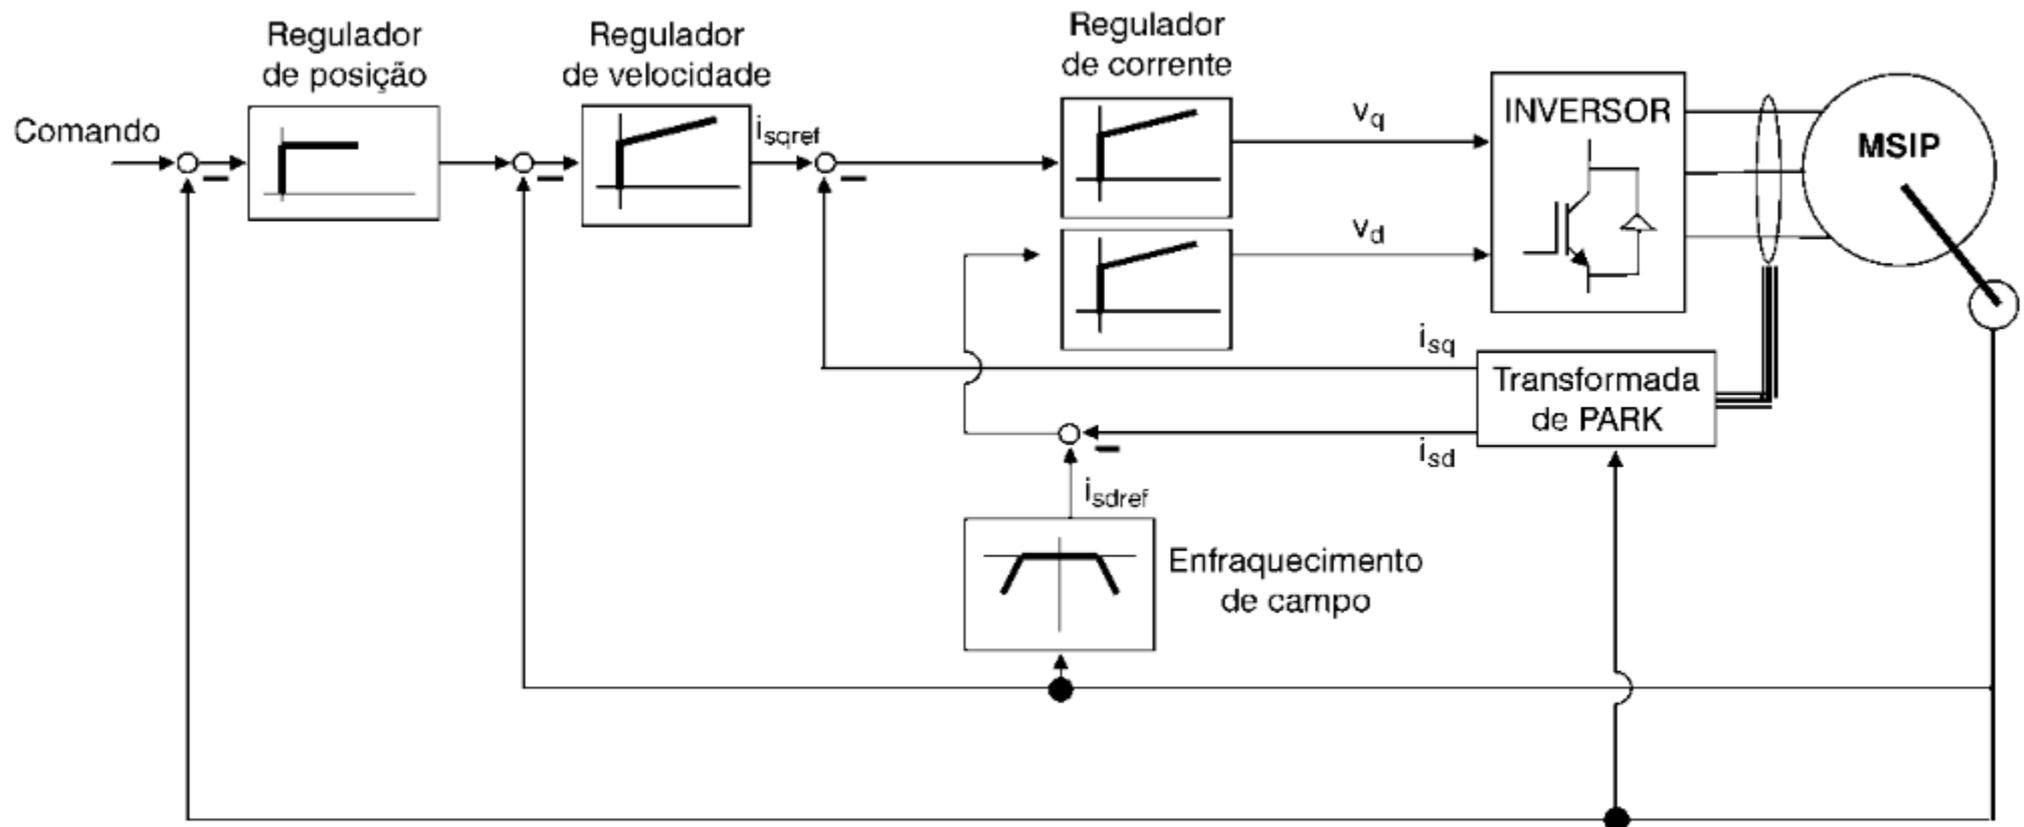

Figura 4.7 - Controle em cascata (posição, velocidade, corrente) de um MSIP
- ❖ À malha mais interna de controle de corrente sobrepõe-se uma malha de controle de velocidade e a esta a uma malha de controle de posição, como apresentado na figura 4.7.